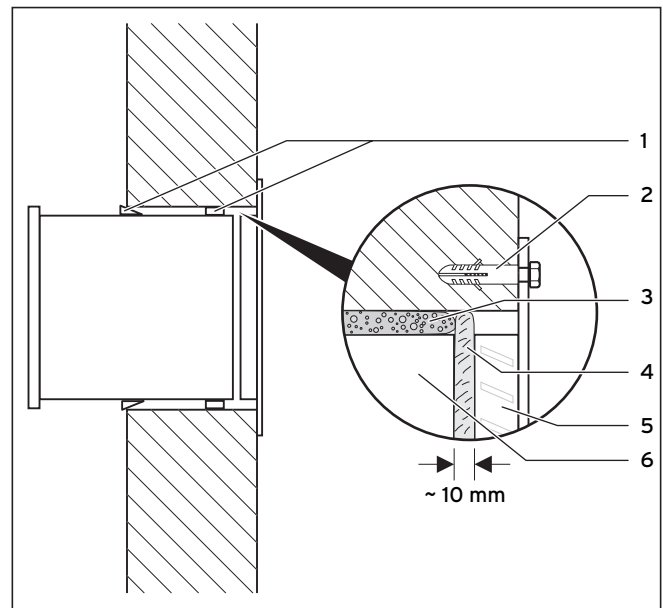

Rys. 4.1 Montaż zestawu szyn nośnych VWZ LM
- Zamontować zestaw szyn nośnych zgodnie z rys. 4.1.